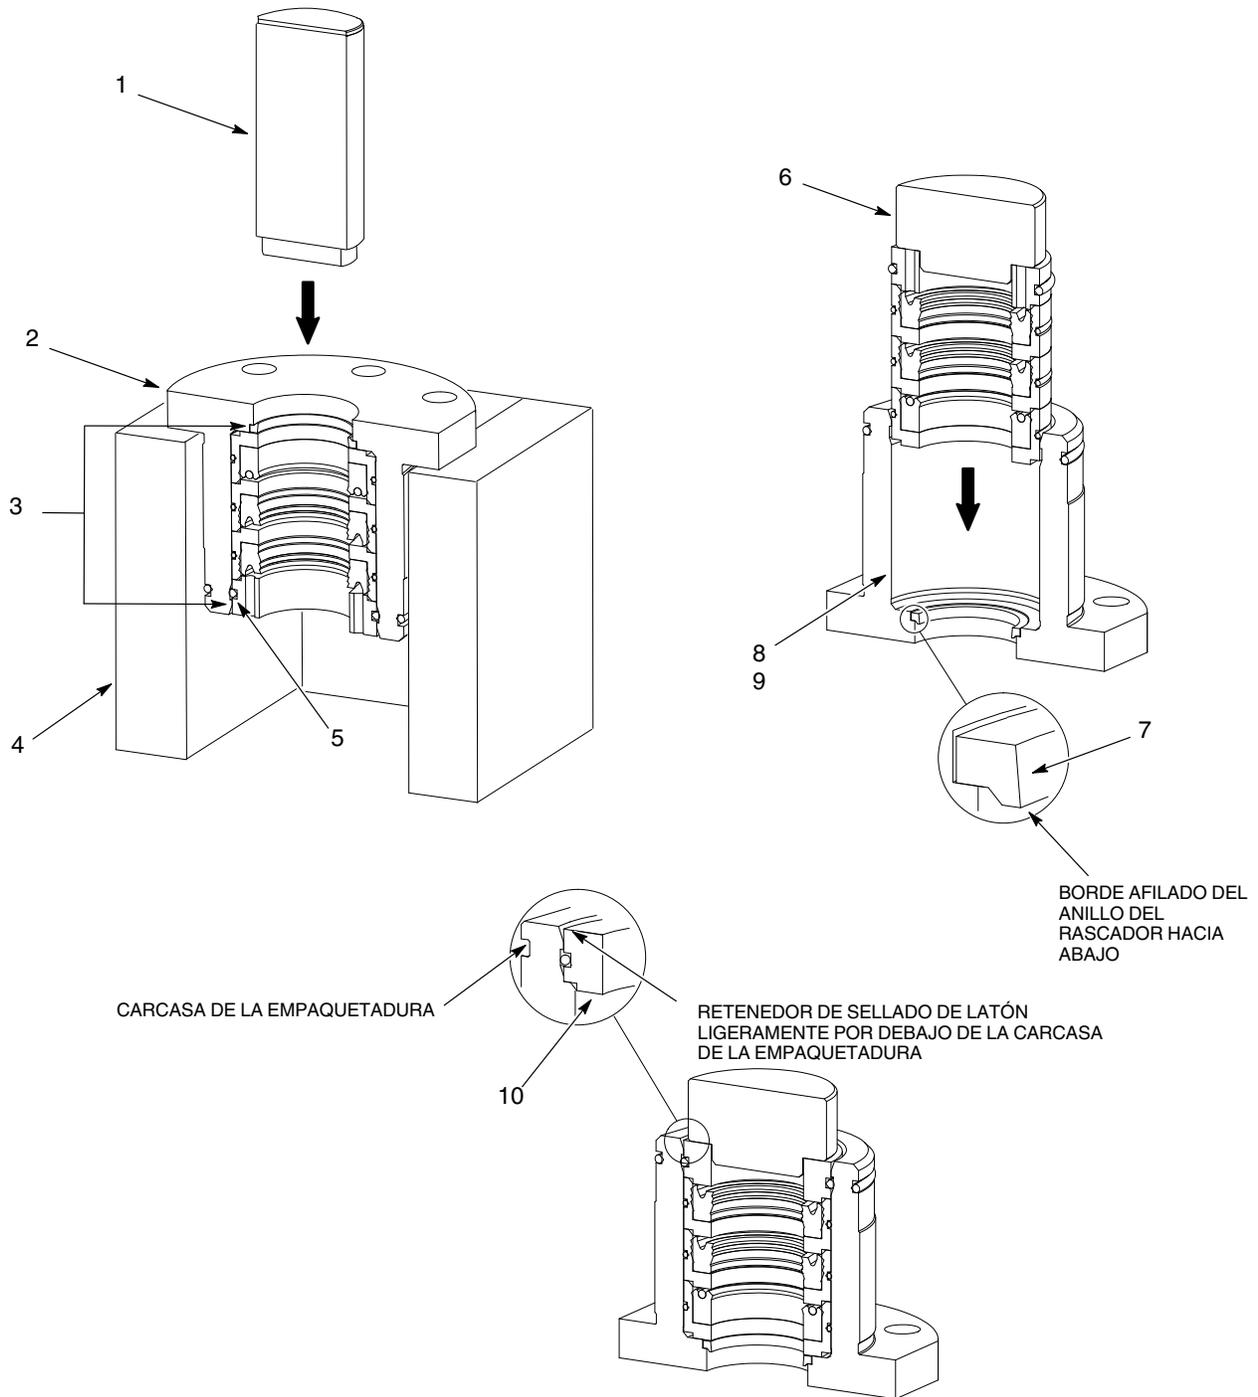

Figura 11 Sustitución de las piezas internas de la empaquetadura
1. Ver la figura 11. Colocar la carcasa de la empaquetadura (2) en la fijación (4).